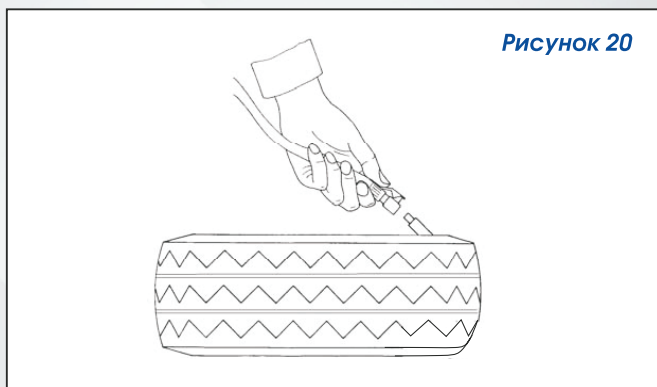

Рисунок 20
- Нажимая на педаль (15), поверните поворотный стол по часовой стрелке. При вращении колеса сбегающий край шины удерживайте в ручье обода (рисунок 20).